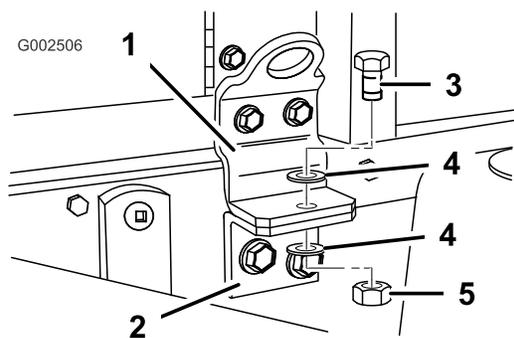

Figura 45
3. Rimuovete i bulloni di sicurezza dalla parte anteriore del telaio di supporto (Figura 45).